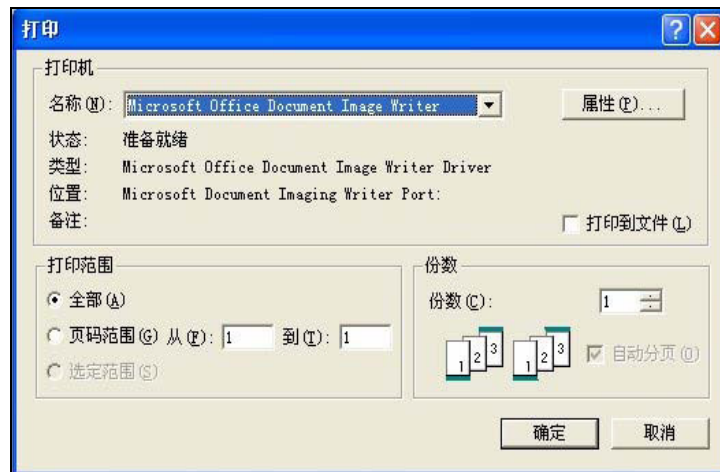

图 5-8 打印属性设置
(3) 单击“确认”按钮关闭命令语言编辑框。
(4) 当系统处于运行状态时，单击此按钮，弹出“打印属性”对话框，如图 5-8 所示。
(5) 在“打印属性”对话框中做相应设置后，单击“确定”按钮，数据报表将被打印出来。